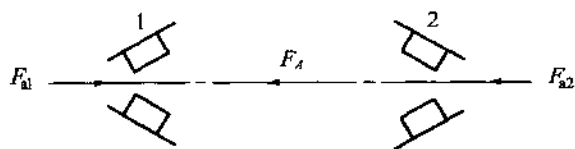

图 13
22. 圆锥齿轮减速器主动轴如图 13 所示, 有一对 3208 轴承支承, 轴上的轴向力 $F_A = 210\text{N}$; 两轴承的径向支反力为 $F_{r1} = 1\,373\text{N}$, $F_{r2} = 3\,059\text{N}$, 接触角 $\alpha = 14^\circ 01' 10''$, 试计算轴承的当量动载荷。